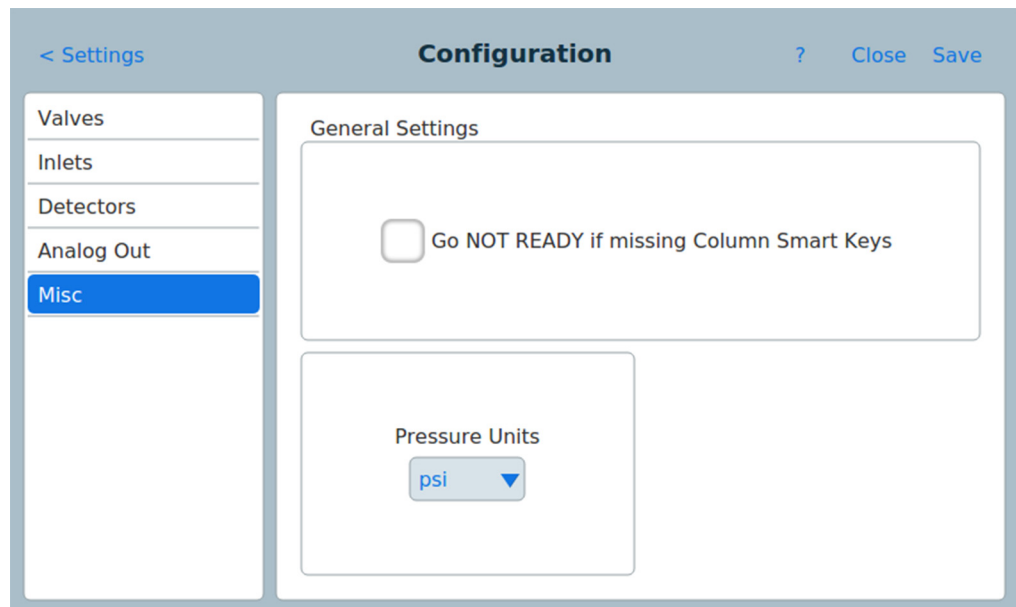

Figure 61 Page des paramètres divers
- 3 Appuyez sur le type de dispositif **Divers** dans la liste sur la gauche de la page. Les propriétés du type de dispositif sélectionné apparaissent sur le côté droit de la page. Voir Figure 61.